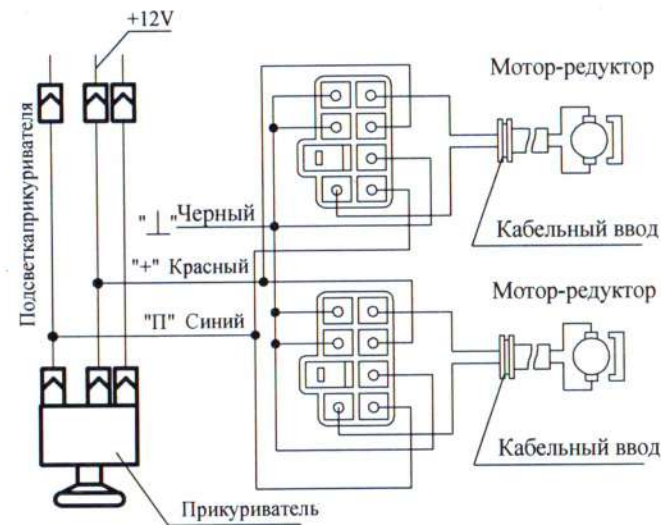

Рис.1
4.7 Протянуть кабели до соответствующих ЭСП через отверстия дверей и отверстия в стойках. Выполнить соединения в соответствии со схемой подключения ЭСП (см. рис.1).